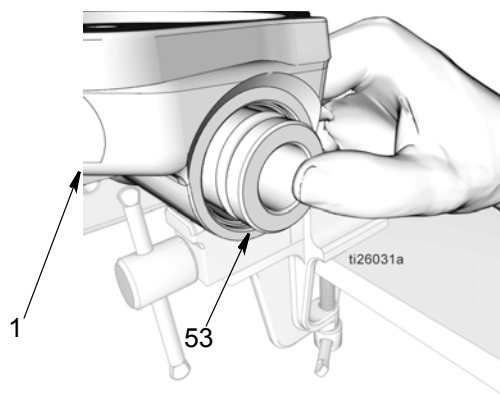

FIG. 43
- d. Presione el manguito (53) con los pulgares hasta introducirlo en la base de la bomba (1). Después, con una varilla blanda, presione el manguito hasta el fondo lo más posible (FIG. 43).